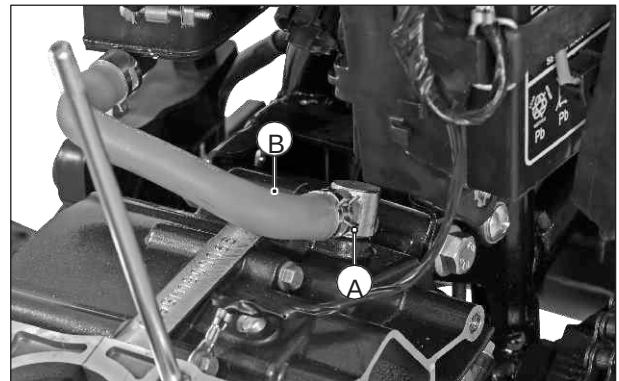

Fig. 3.117
- Desacople la manguera del sistema de recirculación de los gases del cárter. (Fig. 3.117)